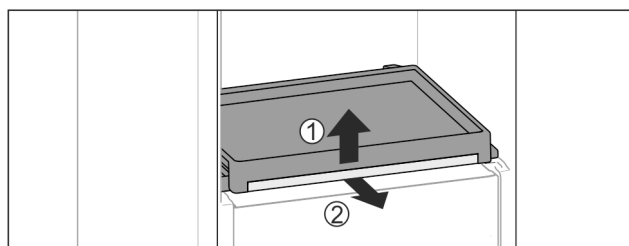

Fig. 35
- ▶ Vyjměte vysouvací přihrádku se skleněnou deskou: Skleněnou desku vpředu lehce nadzvedněte Fig. 35 (1) a vytáhněte dopředu Fig. 35 (2).